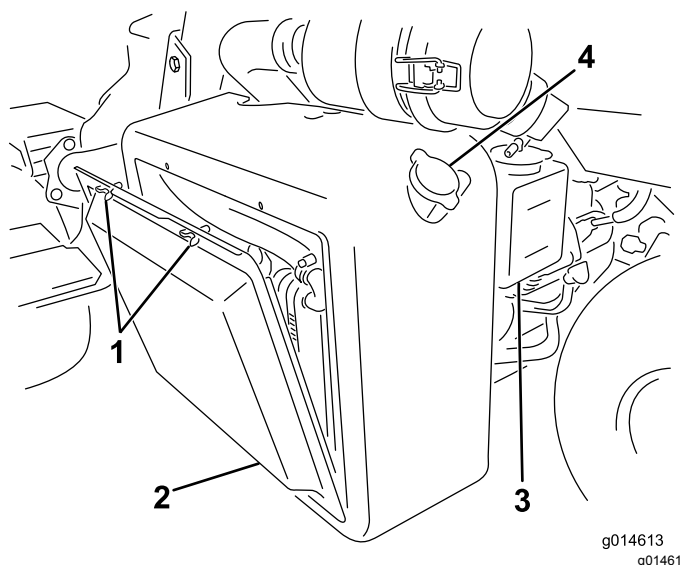

Figura 50
1. Retire la rejilla del radiador (Figura 50).